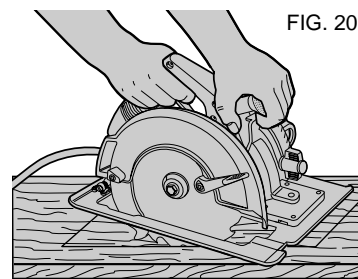

FIG. 20
**DÉBRANCHER LA SCIE AVANT DE LA RÉGLER.** Régler le patin de sorte que la lame coupe à la profondeur voulue. Faire basculer la scie vers l'avant et appuyer le devant du patin contre le matériau à découper. À l'aide du ressort de rappel, escamoter le protège-lame vers le haut. Abaisser l'arrière du patin jusqu'à ce que les dents de la lame touchent presque à la ligne de coupe. À ce moment, relâcher le protège-lame (son contact avec la pièce le met dans une position lui permettant de s'ouvrir facilement au moment de la coupe) (fig. 20). Mettre le moteur en marche et abaisser graduellement la scie jusqu'à ce que le patin repose contre le matériau à découper. Faire avancer la scie le long de la ligne de coupe jusqu'à la fin des travaux. Relâcher la détente et attendre que la lame s'immobilise avant de retirer la lame du matériau. Répéter les étapes précédentes à